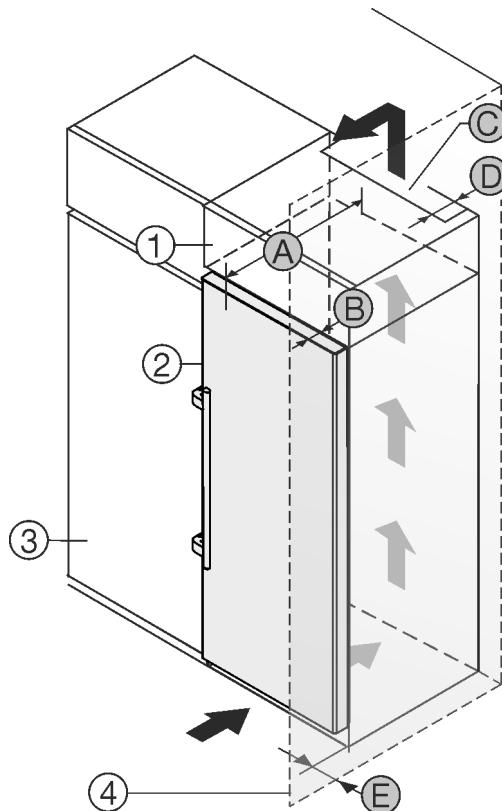

Fig. 1
Ви можете встановити пристрій безпосередньо поряд із кухонною шафою Fig. 1 (3).
Зі зворотного боку шафи для встановлення на пристрой слід передбачити вентиляційну шафу завглибшки Fig. 1 (D) на всю ширину цієї шафи.
Слід дотримуватись вентиляційного отвору Fig. 1 (C) в стелі приміщення.
Якщо пристрій із шарнірами встановлюється поряд зі стіною Fig. 1 (4), відстань між пристроєм та стіною повинна бути не менше 57 мм. Це відповідає необхідній відстані для ручки після відкривання дверцят.
Щоб мати можливість повністю відкривати дверцята, потрібно, щоб пристрій виступав на відстань глибини дверцят Fig. 1 (B) відносно передньої панелі кухонної шафи. Залежно від глибини кухонних шаф Fig. 1 (3) та використання пристінних розпірок пристрій може ще більше виступати вперед.